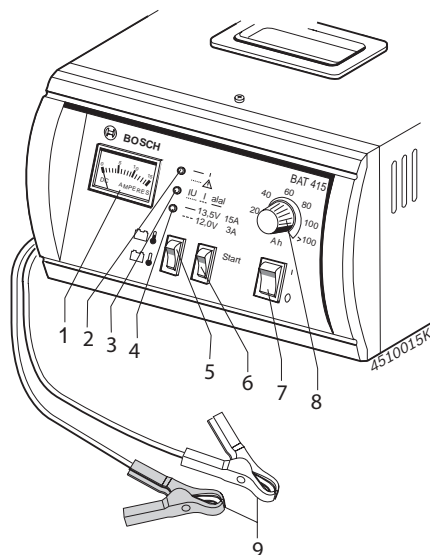

Fig. 1: BAT 415
Tijdens fase 1 van de laadprocedure bedraagt de laadstroom I_1 ca. 15 % van de op de regelaar (afb. 1, pos. 8) ingestelde accucapaciteit. De groene LED knippert snel. Wanneer de accu de eindlaadspanning U_1 heeft bereikt, begint de laadstroom I_1 te dalen. Nu is ca. 65 % van de accucapaciteit bereikt. De accu is inzetbaar als startaccu. Fase 1 (hoofdlaad) is voltooid, wanneer de laadstroom I_1 minder wordt dan ca. 1% van de accucapaciteit. De accu is dan voor ca. 97 % opgeladen.
De voeding van de acculader vindt plaats via het lichtnet. Het apparaat is af fabriek ingesteld op 230 V, 50/60 Hz. BAT 415 wordt met de netschakelaar (Fig. 1, pos. 7) in- en uitgeschakeld.
- ⇒ De rode LED moet continu oplichten (Fig. 1, pos. 2).
3. Klem de laadklemmen (Fig. 1, pos. 9) op de juiste polen van de accu. De rode klem op de pluspool (+) en de zwarte klem op de minpool (-).
- ⇒ De gele LED knippert (Fig. 1, pos. 4).
4. Zet keuzeschakelaar voor „koude en warme accu's” in de juiste stand (Fig. 1, pos. 5). Let er op, dat alleen de temperatuur van de accu bepalend is.
5. Regelaar voor het instellen van de accucapaciteit (Fig. 1, pos. 8) instellen op de nominale waarde van de accu.
6. Starttoets (Fig.1, pos. 6) indrukken.